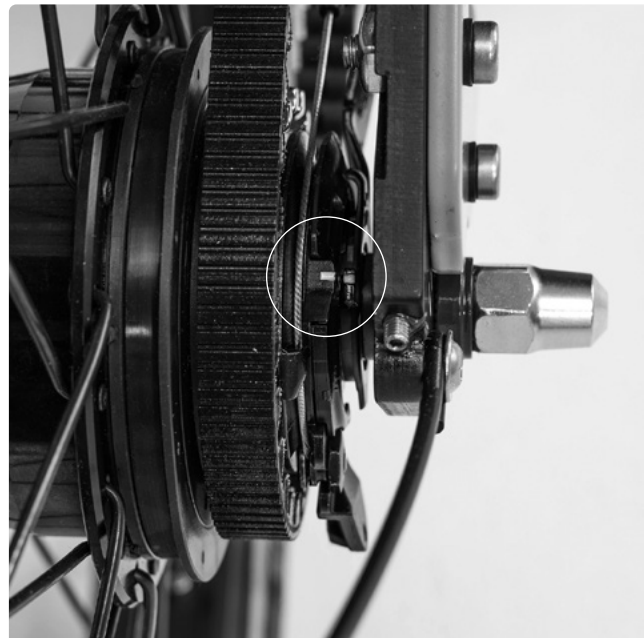

BILD 44
- 3 Sluta vrida när de två gula markeringarna är på samma höjd (Bild 44).